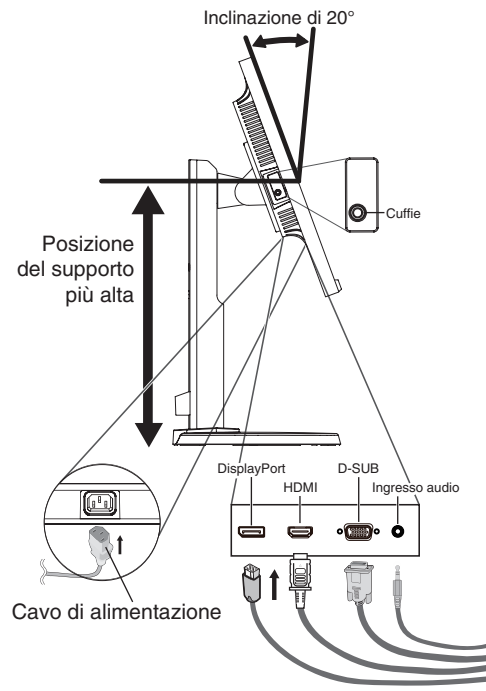

Figura C.1
4. Collegare tutti i cavi ai connettori appropriati (**Figura C.1**).